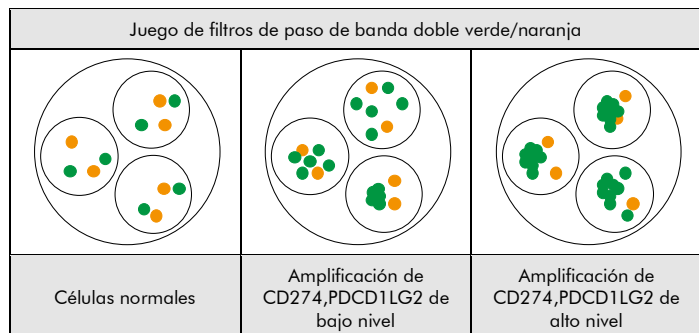

Fig. 2: Resultados previstos en núcleos normales y anómalos
**Situación normal:** En las interfases de células normales o células sin una amplificación que implique el complejo génico CD274, PDCD1LG2, aparecen dos señales verdes y dos naranjas (ver Fig. 2).
**Situación anómala:** En células con una amplificación del complejo génico CD274, PDCD1LG2 se observará un aumento del número de señales verdes o grupos de señales verdes (ver Fig. 2).